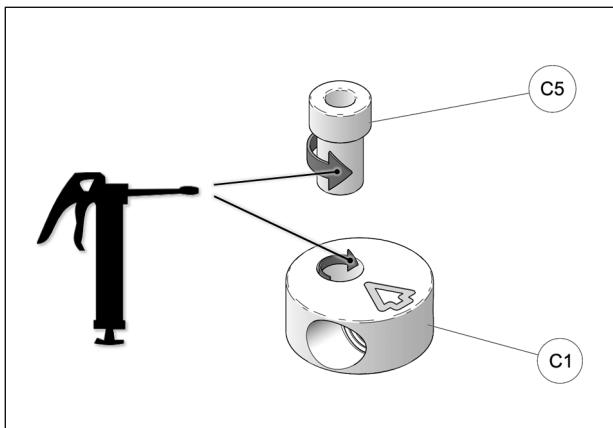

Fig. 21
11. Apply grease evenly all around step spacer bushing (**C5**) and in hole of aluminium disk (**C1**) when assembling these parts together. See Fig. 21
11. À l'assemblage, les bagues espacières (C5) doivent être graissées. Appliquer une couche de graisse uniforme sur toute la circonference de la bague espaciée et dans le logement de l'extrémité en aluminium (C1). Voir la Fig. 21.